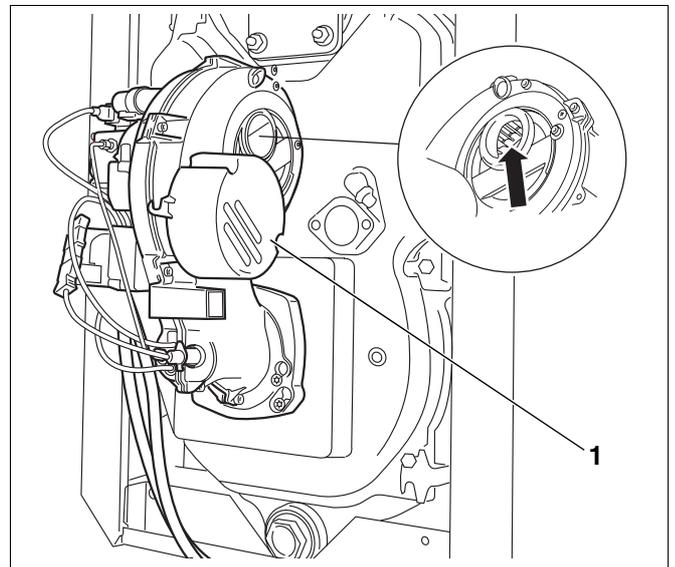

Abb. 23 Gebläserad prüfen
- Ansaugschalldämpfer nach unten drehen (Abb. 23, **Pos. 1**).
- Gebläserad auf Verschmutzung prüfen (Abb. 23).